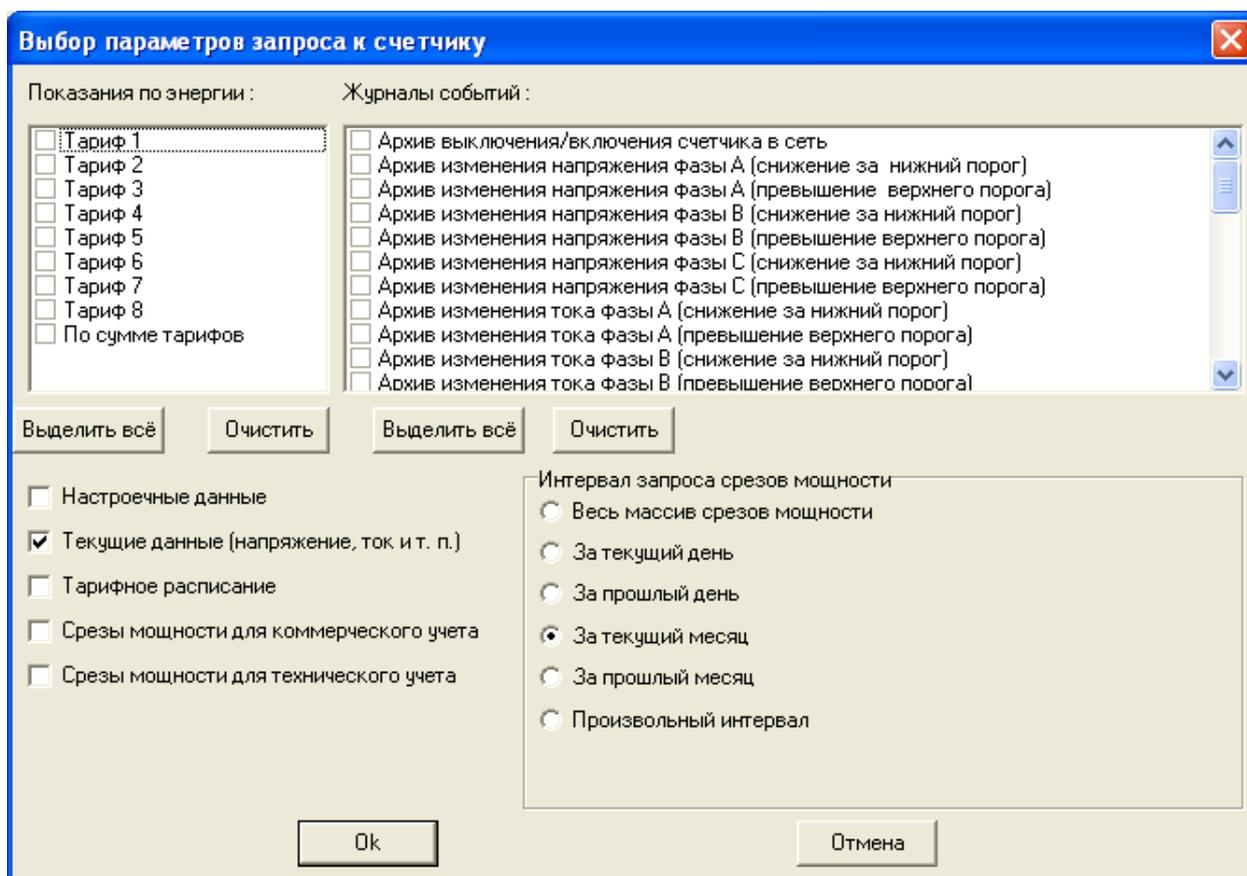

Рисунок 3.50
Если нажать кнопку *Нет*, то произойдет запуск процедуры формирования отчета, описанной в 3.3.19.3. Если нажать кнопку *Да*, то откроется окно *Выбор параметров запроса к счетчику* (рисунок 3.50), предназначенное для задания параметров, необходимых для включения в отчет.
3.3.20.2 Если нажать кнопку *Нет*, то произойдет запуск процедуры формирования отчета, описанной в 3.3.20.3. Если нажать кнопку *Да*, то откроется окно *Выбор параметров запроса к счетчику* (рисунок 3.50), предназначенное для задания параметров, необходимых для включения в отчет.